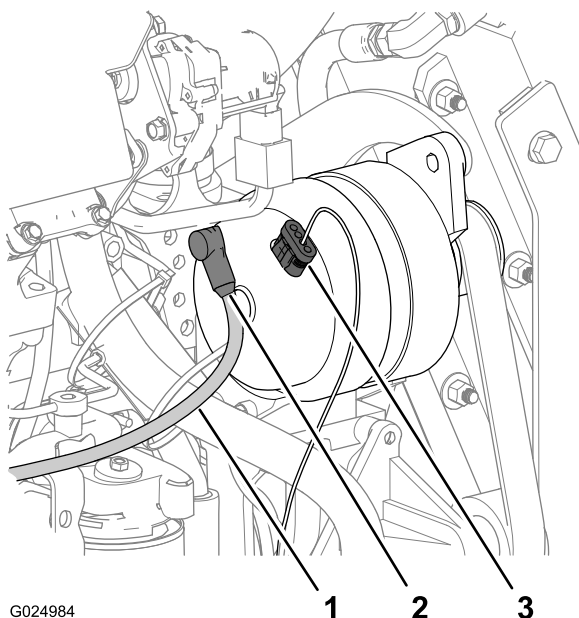

Figure 115
1. Sur l'alternateur, enlevez la capuchon de la borne et du goujon au dos de l'alternateur (Figure 115).
3. Débranchez le connecteur à 4 douilles du câble de détection de tension du connecteur à 4 broches au sommet de l'alternateur (Figure 115).
2. Branchez le connecteur à 4 douilles du câble de détection de tension au connecteur à 4 broches au sommet de l'alternateur (Figure 115).
3. Fixez la borne du câble de charge au goujon au dos de l'alternateur (Figure 115).
5. Recouvrez la borne et le goujon avec le capuchon du câble de charge (Figure 115).